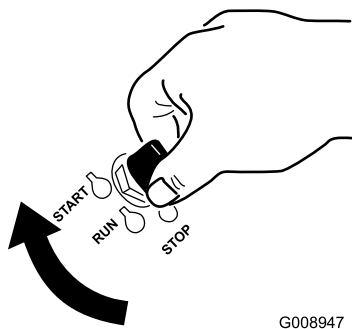

Figura 18
1. Gire la llave de contacto a la posición de Arranque (Figura 18). Cuando el motor arranque, suelte la llave.
6. Gire la llave de contacto a la posición de Arranque (Figura 18). Cuando el motor arranque, suelte la llave.